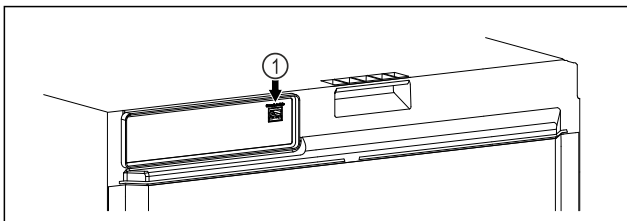

Fig. 106
- SmartModule Fig. 106 (1) установлен.